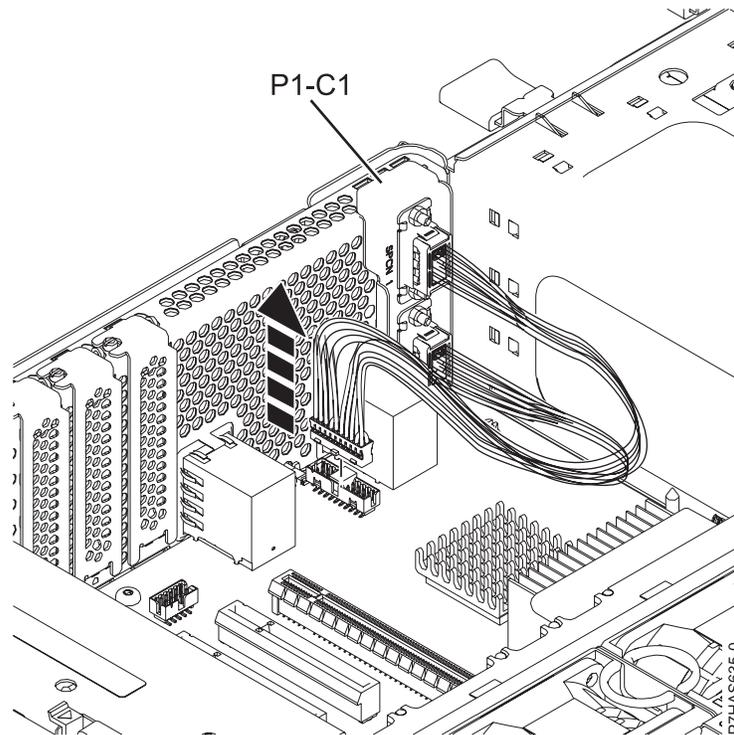

図9. SPCN ケーブル・アセンブリーの取り外し
- a. 図9 に示すように、システム・バックプレーンから SPCN テール・ストック・ケーブルを切り離します。